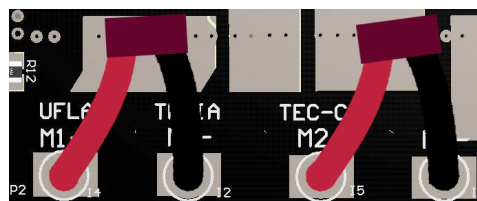

Figura 6: Alimentação dos motores
3. Desligar a *Quejo*, retirando os conectores de alimentação da placa e conectar uma carga nos conectores indicados por M+ e M- na figura 6. Ligar novamente a placa e com o auxílio do controle, testar o funcionamento dos motores em ambos os sentidos de rotação.